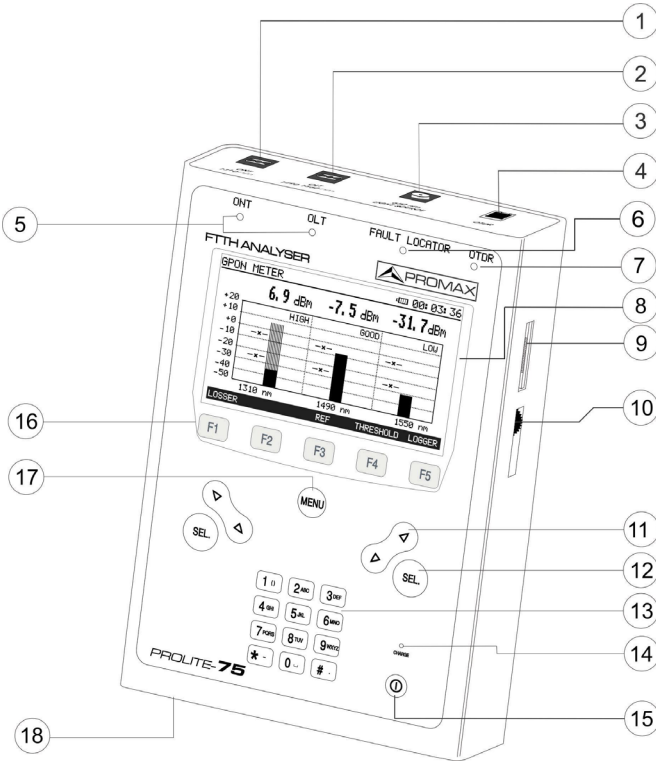

Figura 3.- Vista frontal.
- 1) **Equipo parado:** Al conectar el alimentador externo se inicia un ciclo de carga rápida cuya duración dependerá del estado de la batería. Para una batería descargada dicho tiempo será de tres horas aproximadamente. El indicador de carga del panel frontal (consulte Figura 3.- [14]) permanecerá iluminado en ámbar durante este período. Al finalizar la carga de la batería el indicador se iluminará en color verde.
El ajuste del contraste de la pantalla gráfica LCD del **PROLITE-75** se realiza mediante el mando giratorio (consulte Figura 3.- [10]) localizado en el panel lateral derecho del equipo.